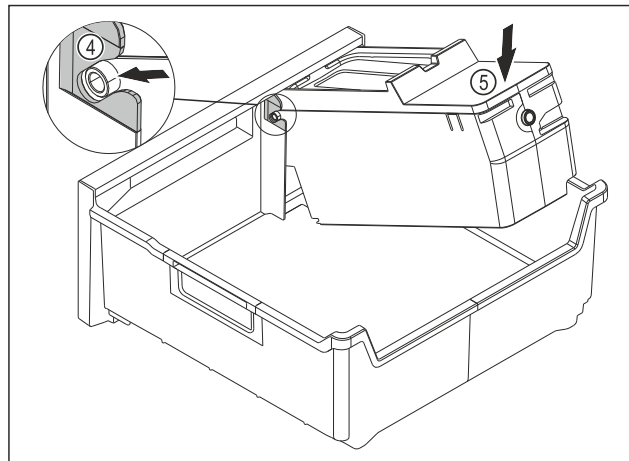

Fig. 109
- Izvadite tijelo sustava EasyTwist-Ice: Umetnite osovine tijela sustava EasyTwist-Ice u vodilice Fig. 109 (4).
- Pritisnite tijelo sustava EasyTwist-Ice Fig. 109 (5) otraga prema dolje.